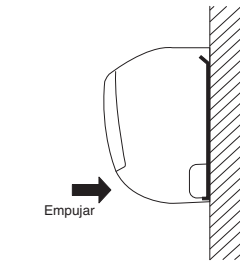

Fig. 3-92
- (1) Para instalar la unidad interior, monte la unidad interior en las 3 lengüetas de la parte superior de la placa posterior.
- (2) Sujete la salida de descarga de aire y presione la parte inferior de la unidad interior hasta que se escuche un clic, para así fijar con seguridad las dos lengüetas en la parte inferior de la placa posterior. (Fig. 3-92)